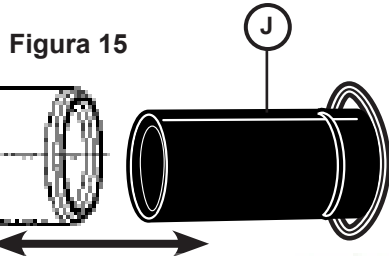

Figura 15
2. Obtenga la pinza de resorte para el adaptador de hule (J), para la manguera de drenaje incluida en el Kit de instalación de la lavadora de platos (**no la reemplace**).
3. Introduzca la manguera de drenaje de la lavadora de platos en el extremo de **la manguera de drenaje** (consulte la **Figura 15**). Asegúrese de introducir completamente la manguera de drenaje.